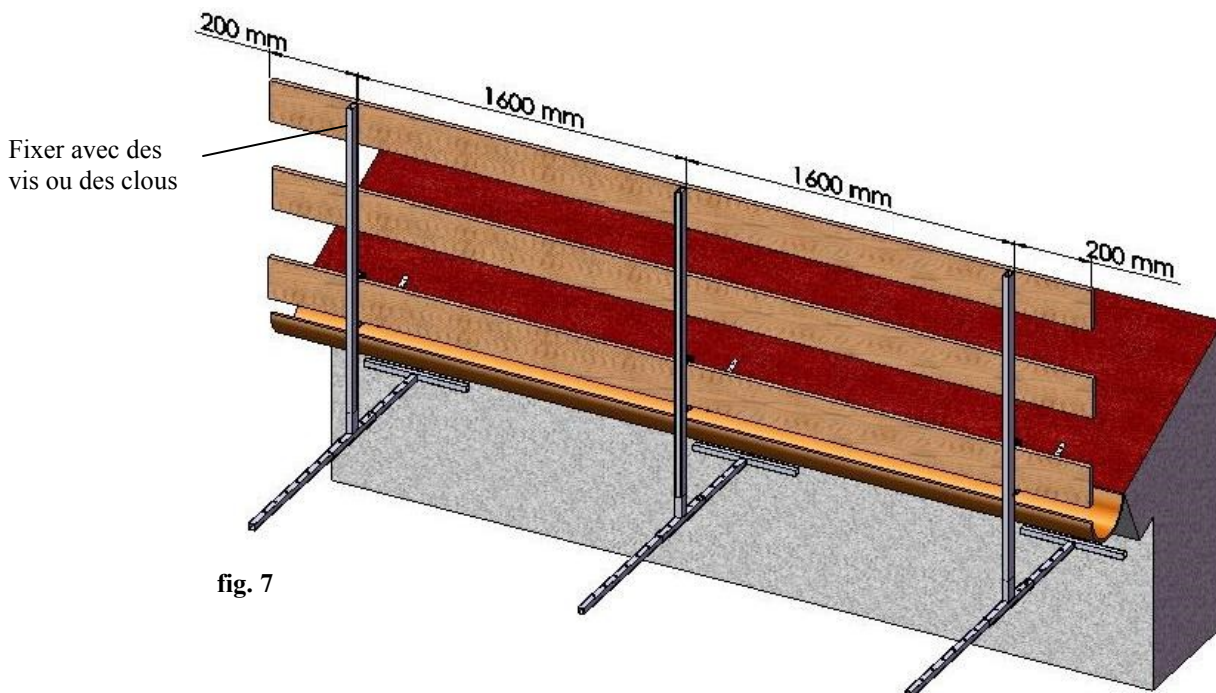

fig. 7
- Compléter l'assemblage du système de protection temporaire en insérant dans les supports appropriés les planches en bois de sapin ou autre bois (classe C16, selon UNI EN 338. Voir fig. 7, page 9), ou avec d'autres profilés métalliques capables de supporter les charges requises par la norme UNI EN 13374.
- Les planches (fig. 7) ou les profils métalliques utilisés doivent être intacts sous l'aspect de résistance et leur longueur doit être au moins 400 mm plus long que deux travées (exemple: 1600 mm + 1600 mm + 200 mm + 200 mm = 3600 mm).